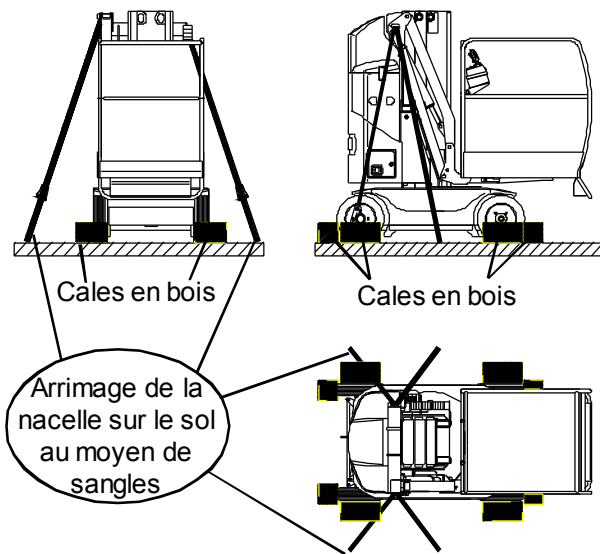

Fig. 6.5 - Instructions de transport.
- Caler les roues dans les deux directions (Figure 6.5).
- Arrimer correctement la machine (Figure 6.5).